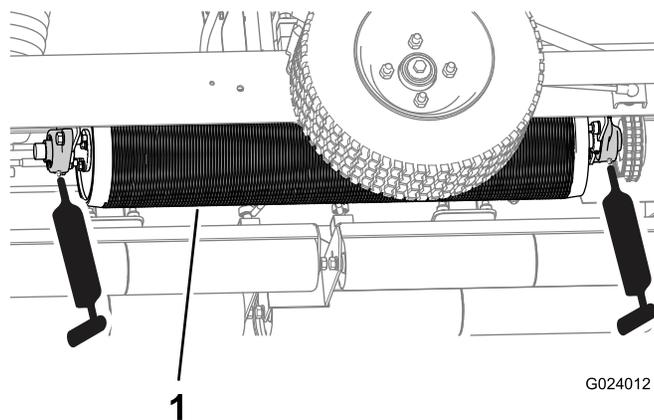
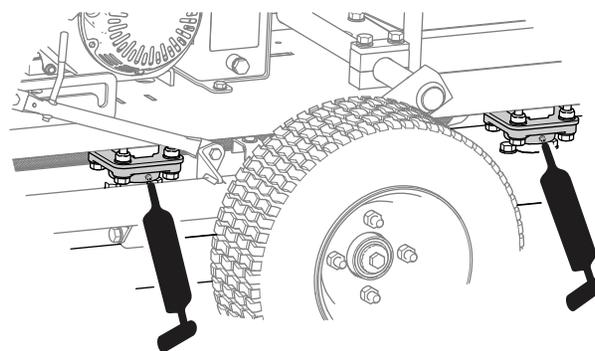

Figura 21
Figura 22
2. Bombee grasa en las zonas indicadas en Figura 21 y Figura 22.